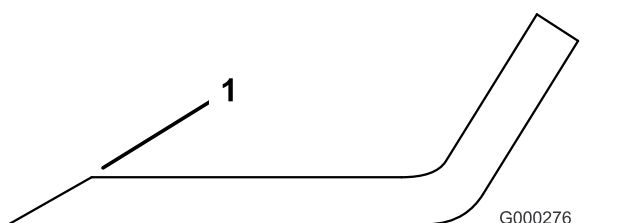

Figure 143
4. Aiguiser-les s'ils sont émoussés ou ébréchés (Figure 143).